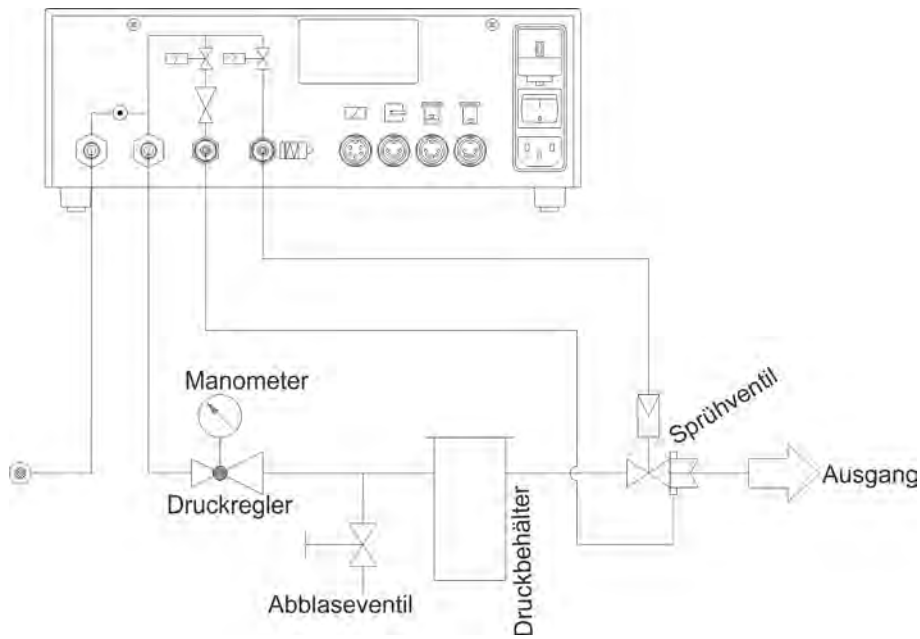

Abb. 1: Funktionsbeschreibung
4. ▶ Druckluftanschluss herstellen (siehe Abb. 1).
5. ▶ Sprühluftventil anschließen (siehe Abb. 1).